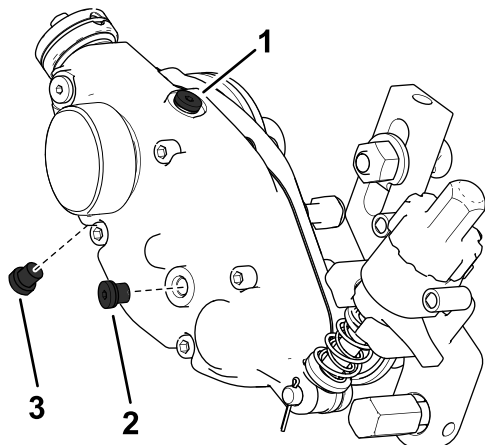

图 22
2. 取出壳体底部的排油塞图 22。
3. 取出壳体一侧的加油塞并松开顶部的排气塞以使空气通过图 22。
7. 安装排油塞图 22。